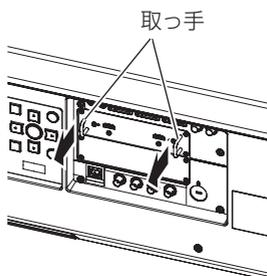

図 1
1) スロットカバーを取り外す (図1)
1) インターフェイスボードを取り外す (図 1)